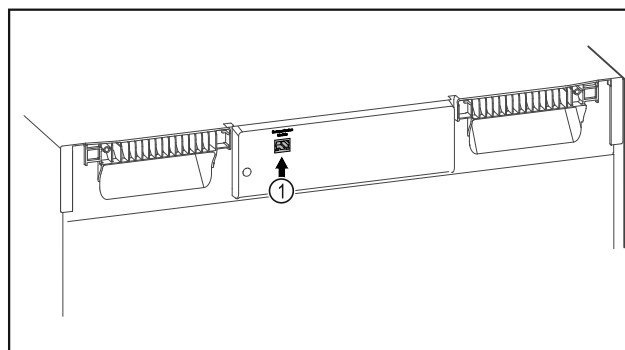

Fig. 106
- Le SmartModule Fig. 106 (1) est en place.